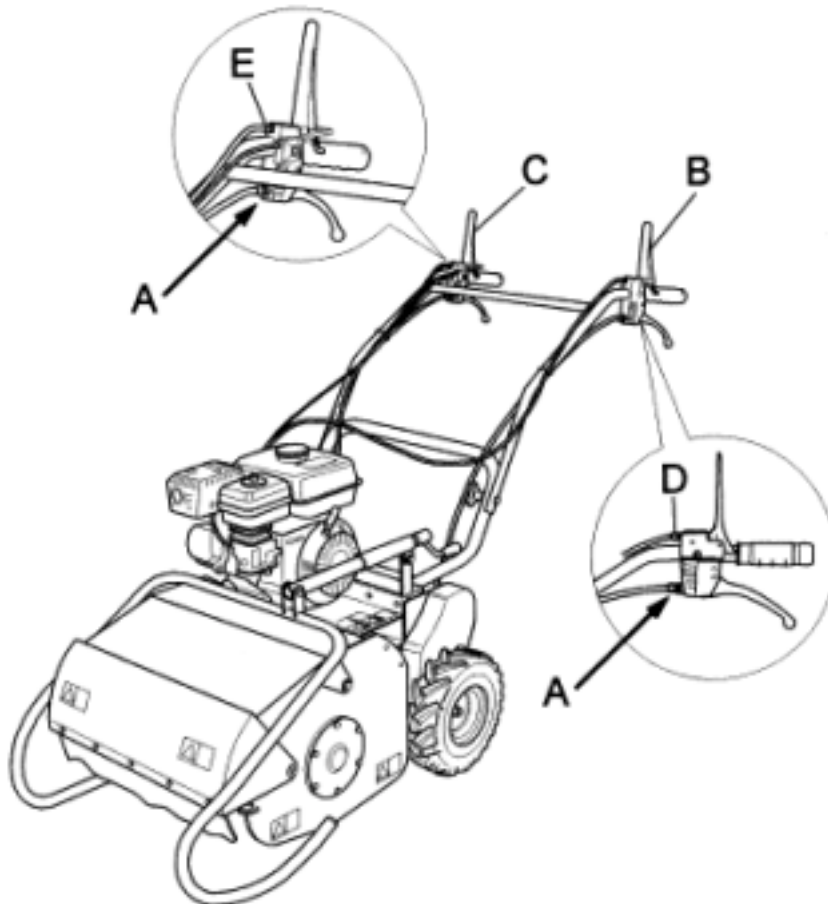
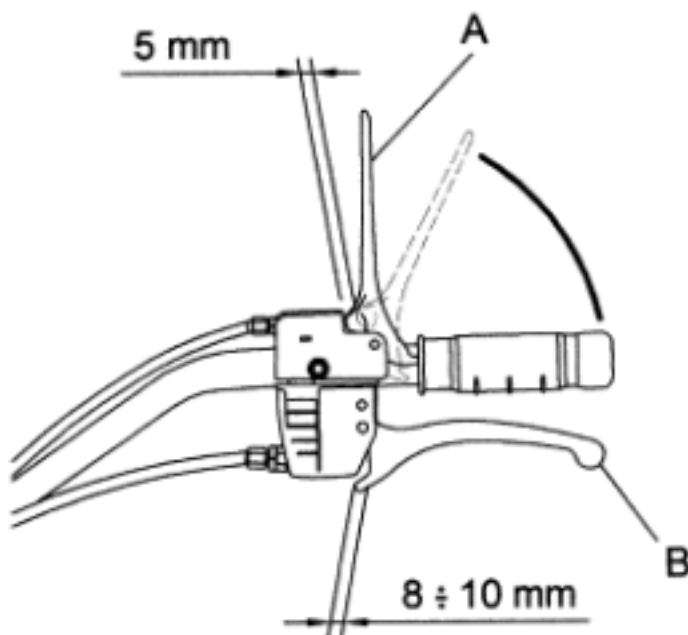

Fig. 4
Fig. 5
B1) CAVI DI SBLOCCAGGIO RUOTE DESTRA E SINISTRA (FIG. 4, RIF. A E FIG.5 RIF.B)
Per consentire il corretto funzionamento della macchina, la leva di comando sbloccaggio ruote destra e sinistra deve presentare un gioco di 8-10 mm (fig. 5, rif. B). In caso contrario occorre intervenire sul registro apposito (fig. 4, rif. A) , avvitandolo o svitandolo.
B2)CAVO DI COMANDO ROTORE PORTA LAME (FIG. 4 RIF. B)
Per consentire il corretto funzionamento della macchina, la leva di comando rotore porta lame deve presentare un gioco di 5-6 mm (fig. 5, rif. A). In caso contrario occorre intervenire sull'apposita vite di registro (fig. 4, rif. D) , avvitandola o svitandola.
B3) Cavo di comando avanzamento macchina (Fig. 4 rif. C)
Per consentire il corretto funzionamento della macchina, la leva di comando avanzamento macchina deve presentare un gioco di 5-6 mm (fig. 5, rif. A). In caso contrario occorre intervenire sull'apposita vite di registro (fig. 4, rif. E) , avvitandola o svitandola.
- Quindi ripetere lo stesso controllo, ora però mantenendo sollevata la leva sbloccaggio ruote (fig. 5, rif. B). Ora la puleggia deve poter ruotare liberamente.
I DUE FRENI SONO CORRETTAMENTE REGOLATI QUANDO LE LEVE DI COMANDO ROTORE PORTA LAME (FIG. 4, RIF. B) E AVANZAMENTO MACCHINA (FIG. 4, RIF. C) PRESENTANO I 5 MM DI GIOCO INDICATI AL PARAGRAFO “ REGOLAZIONE CAVI DI COMANDO”. IN CASO PERO ‘ I FRENI RELATIVI NON DOVESSERO SVOLGERE LA LORO FUNZIONE DI SICUREZZA NONOSTANTE LA REGOLAZIONE LEVE DOVESSE RISULTARE CORRETTA, È NECESSARIO VERIFICARE L’USURA DEL FERODO ED EVENTUALMENTE PROCEDERE ALLA SOSTITUZIONE DEI FRENI STESSI.